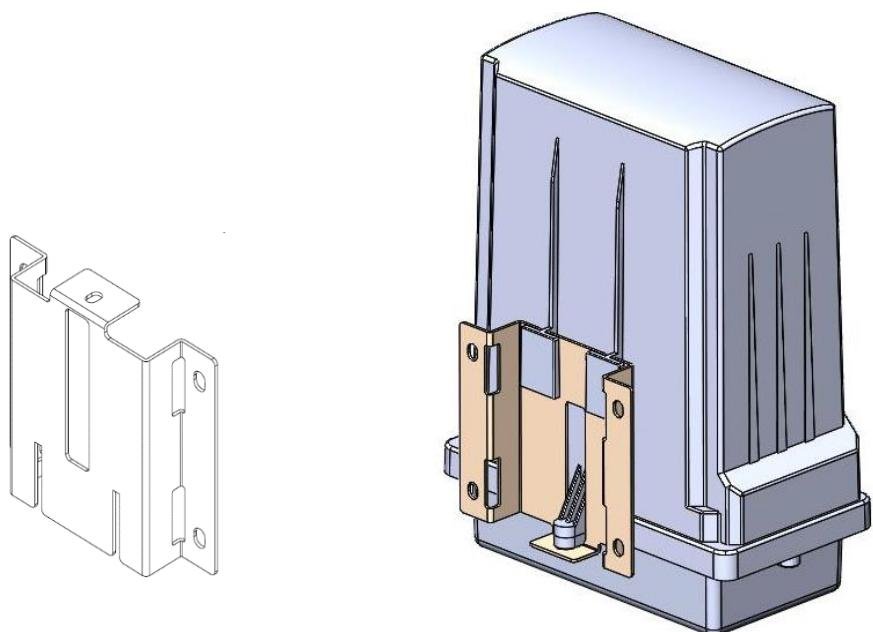

Рисунок 5.7. Металлический держатель для крепления на опоре и настенного монтажа
1. Вначале при помощи бандажной металлической ленты на опору крепится металлический держатель (*Рис. 5.7.*).